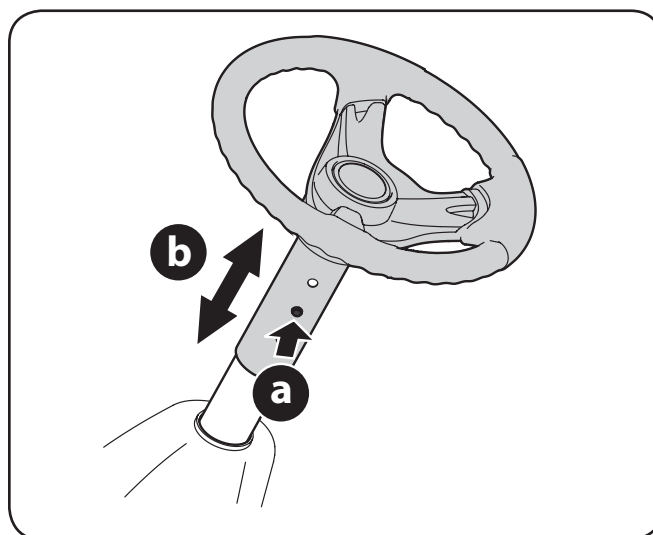

Figure 5-1
2. Pressez le bouton sur la colonne de direction (a), puis remontez ou baissez le volant de direction (b) à la position désirée. Voir Figure 5-1.